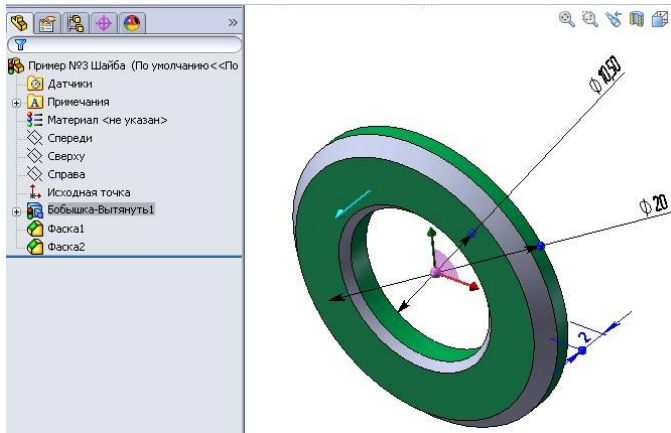

Рисунок 8.44 - Розміри конфігурації шайби за замовчуванням
1. Змінимо розміри конфігурації шайби за замовчуванням за допомогою діалогового вікна **«Изменить конфигурации»**. Клацнемо двічі елемент **«Бобышка-Вытянуть1»** у графічній області, щоб з'явилися всі розміри цього елемента (рис. 8.44).